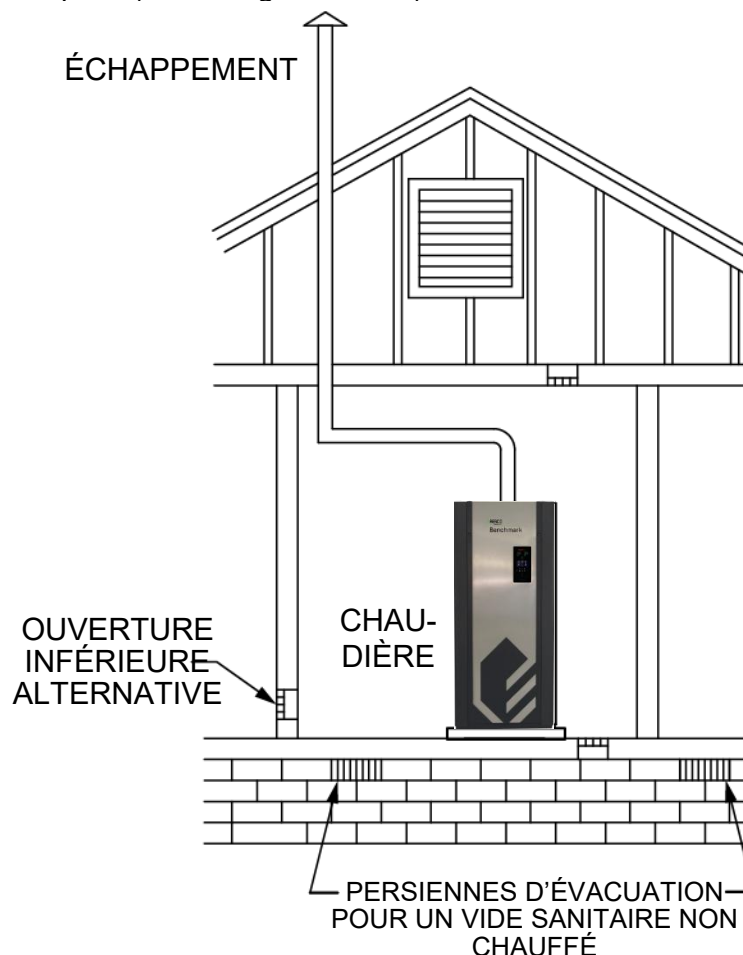

Figure 3 : tout l'air de combustion provient de l'extérieur : air d'entrée provenant d'un vide sanitaire ventilé et air de sortie vers un grenier ventilé
1. Lorsqu'elles communiquent directement avec l'extérieur, ou lorsqu'elles communiquent avec l'extérieur par des conduits verticaux, chaque ouverture doit avoir une surface libre minimale de **1 pouce² par 4 000 BTU/h (550 mm²/kW)** de la puissance nominale totale de tous les appareils dans l'espace (voir les figures 3 et 4).